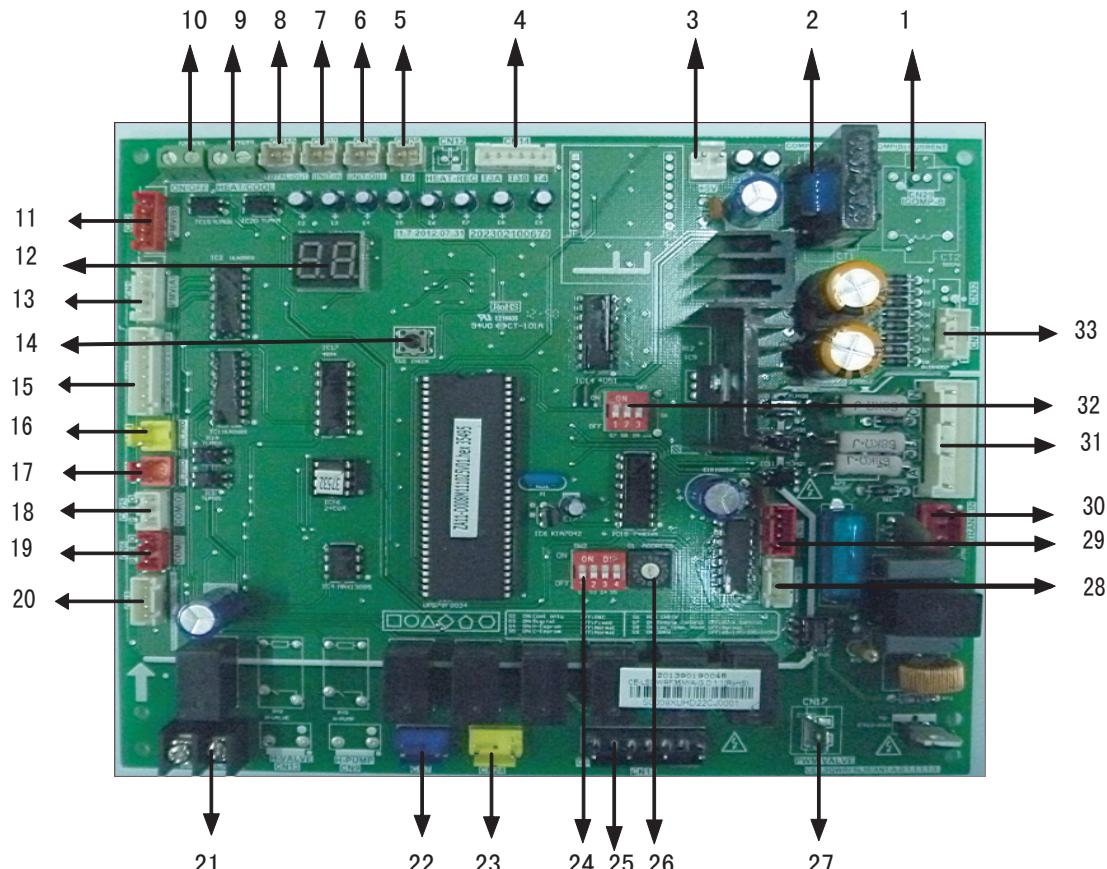

Рис. 5-4
5.5.3 Иллюстративная схема управления главного щита управления (см рис. 5-4)
5.6 Подробное описание деталей, представленных на рис. 5-4